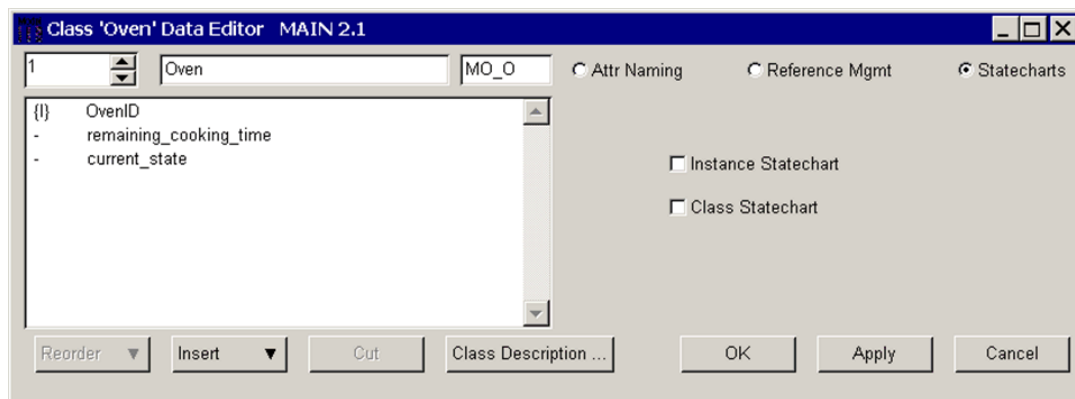

図 5-10: クラスデータエディタを使った current_state 属性の追加
- [Statecharts] ラジオボタンをクリックします。[Instance Statechart] チェックボックスをオンにして、[Apply] をクリックします。クラスデータエディタウィンドウは図 5-10 の状態です。